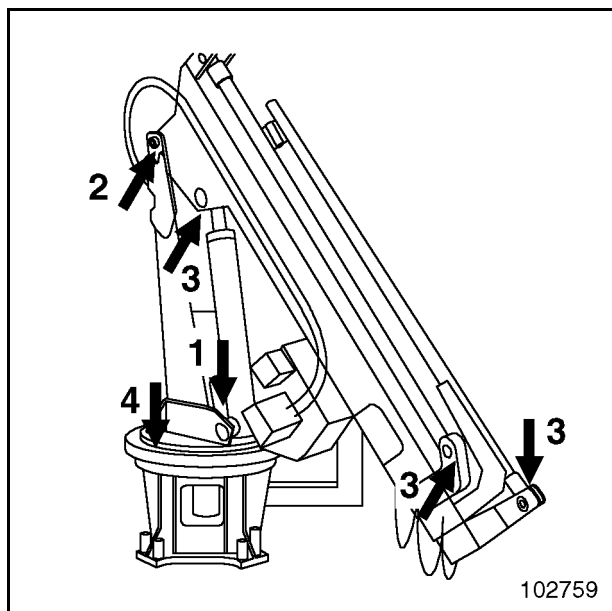

Fig. 3-147
- Regelmäßig und bei Bedarf alle Lager abschmieren und den Drehkranz mit einem Graphitspray einsprühen (Fig. 3-147)